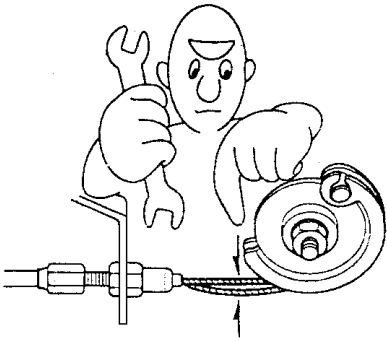

图 1-20 检查每一个零件安装是否正确
② 不得将不同品牌的液体混合使用, 因为它们之间可能不相容。
③ 不得重复使用已排出的制动液。
④ 因为制动液会损伤漆面或树脂表面，所以，要特别注意不要溅到类似表面上。如果意外溅出，应立即用水或温水予以冲洗。
⑤ 在断开制动软管或制动管后，应塞住开口，确保制动液不会流失。
⑥ 所有拆卸的零件均必须用洁净的制动液进行清洗，用压缩空气吹扫所有孔与通路。
⑦ 避免卸下的零件接触空气携带的灰尘和摩擦物质。
⑧ 在组装前，检查并确认零件是洁净的。
13) 组装时，如图 1-20 所示，应检查每一个零件的安装是否正确，工作是否正常。